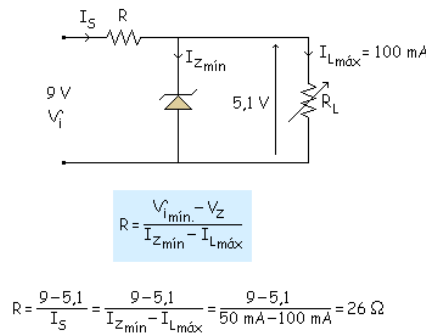

Figura 01. Circuito regulador zener.
5.1 **Circuito Regulador zener.-** Simular el circuito de la figura 01 en Proteus, armar el circuito en el protoboard, dimensionar R según los datos proporcionados por el docente y verificar la regulación del circuito.